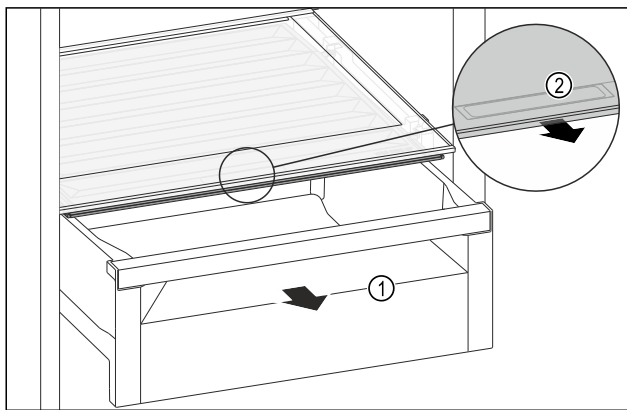

Fig. 84
- ▶ Извлеките выдвижной ящик Fig. 84 (1).
- ▶ Возьмитесь за утопленную ручку Fig. 84 (2) на крышке отделения и одновременно потяните крышку отделения вперед.